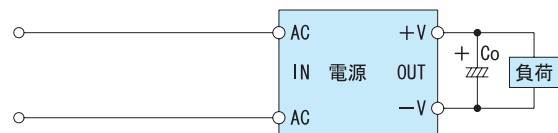

図3.1 外付け部品の接続方法
- 出力リップル電圧をさらに低減する場合は、図3.1のように出力端子にコンデンサ C_o を接続してください。